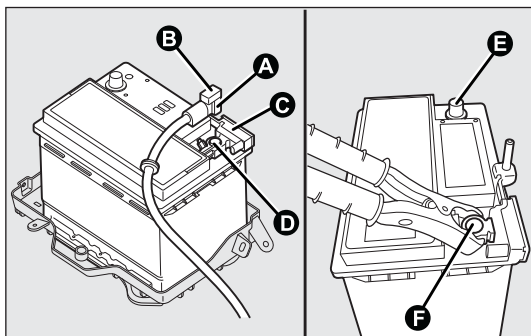

fig. 177c
Versiones sin falso borne fig. 177c
- ☐ conecte el cable positivo del aparato de carga al polo positivo de la batería E y el cable negativo al borne del Sensor F como en la fig. 177c;
- ☐ tras haber desconectado el aparato de carga, vuelva a conectar el conector A al Sensor C como se muestra en la fig. 177c.